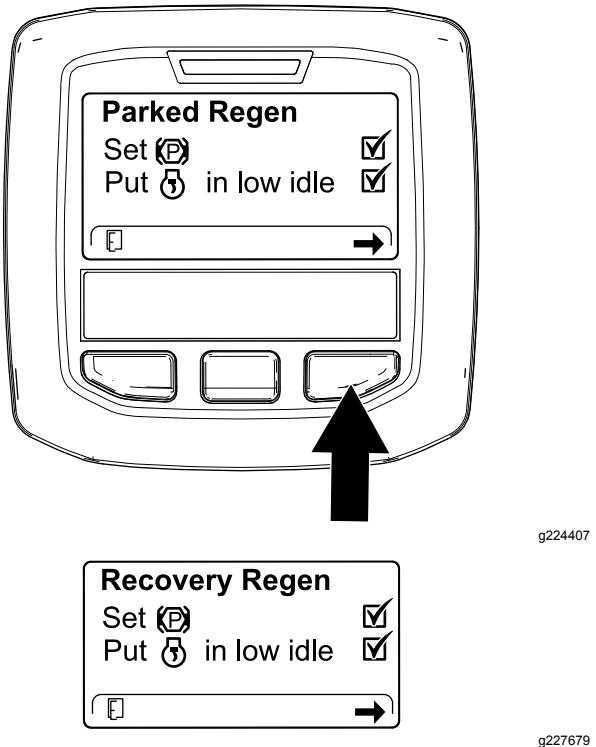

Figure 64
3. Sur l'écran de la liste de contrôle du FAP, confirmez que le frein de stationnement est serré et que le moteur tourne au ralenti (Figure 64).